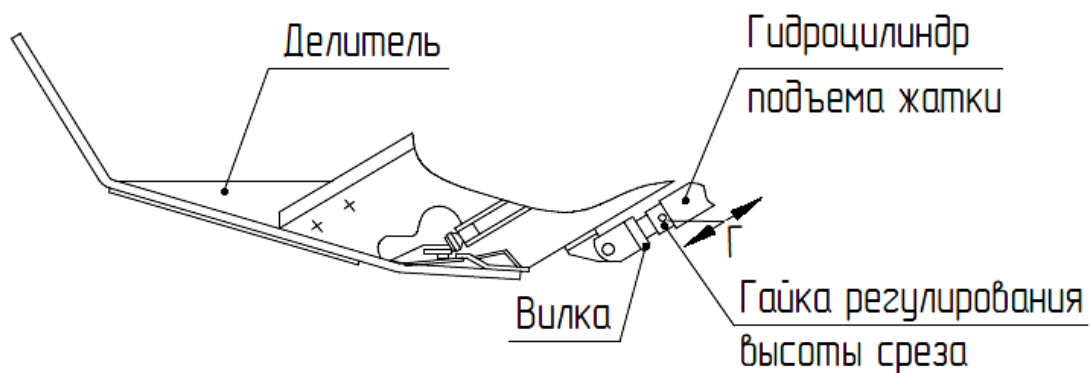

Рисунок 2.4 – Установка левого делителя и регулировка высоты среза
2.3.7 Установите левый делитель (рисунок 2.4).